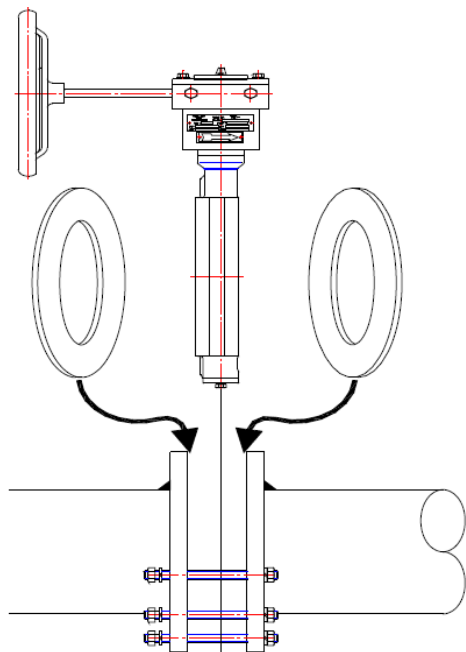

Fig 5.
7.5 Montér ventil og pakninger i rørsystem. (Fig 5).